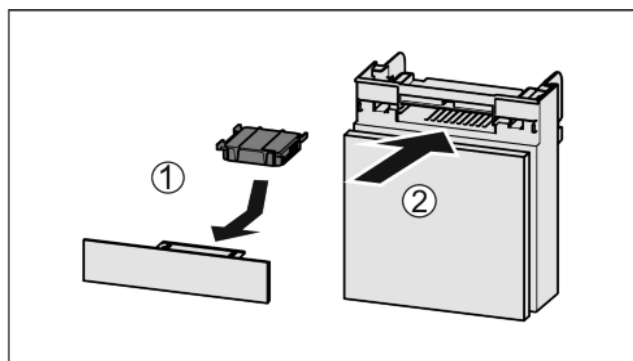

Fig. 52
- ▶ Вставити фільтр з активованого вугілля за малюнком Fig. 52 (1).
- ▶ Вставити відділення Fig. 52 (2).